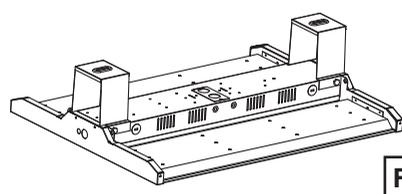

Fig. C-1
1. Alignez les supports de montage en surface et la plaque arrière du luminaire comme illustré dans la **Figure C-1**
2. Vissez les vis à têtes hexagonales dans l'écrou fixe pour attacher le support de montage en surface au boîtier du luminaire. (**Figure C-1**)